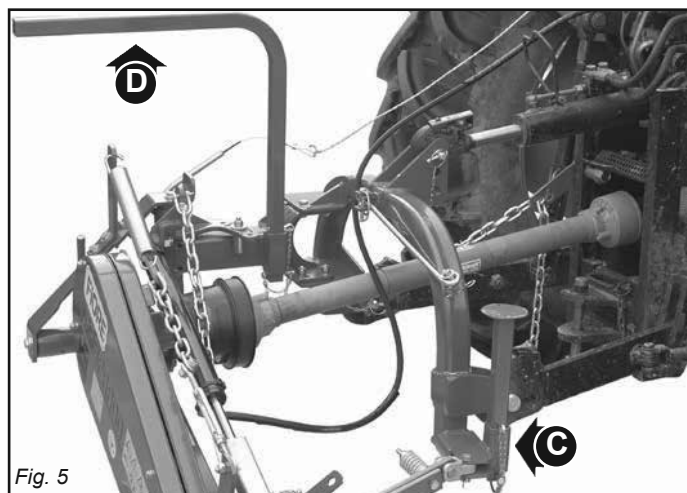

Fig. 5
- 36) Avant de mettre la faucheuse en marche, contrôlez que les supports (C et D, Fig.5) sous la faucheuse ont été enlevés; contrôlez que la faucheuse a été montée et réglée correctement; vérifiez que la machine est en parfait état et que tous les organes sujets à usure sont en bon état.